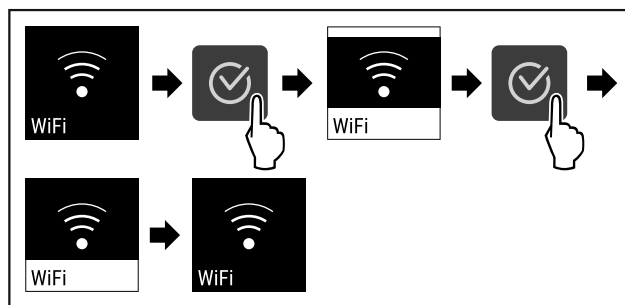

Fig. 86
- ▶ Atlikite veiksmus (žr. Fig. 86).